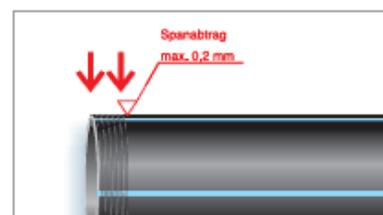

Abb. 9: Spanende Bearbeitung im Schweißbereich, zuverlässig mit einem Rotationsschälgerät
3. die rechtwinklig abgetrennten Rohr-Enden und außen entgraten | Abb. 9